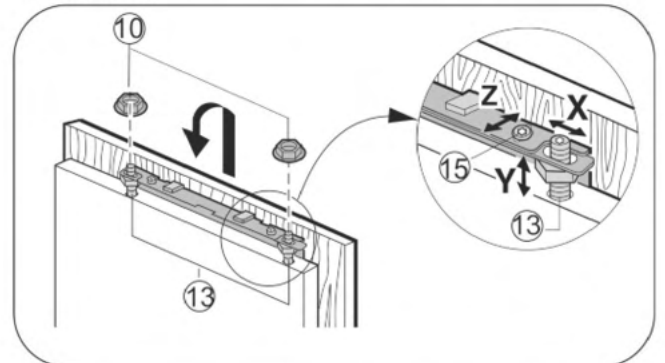
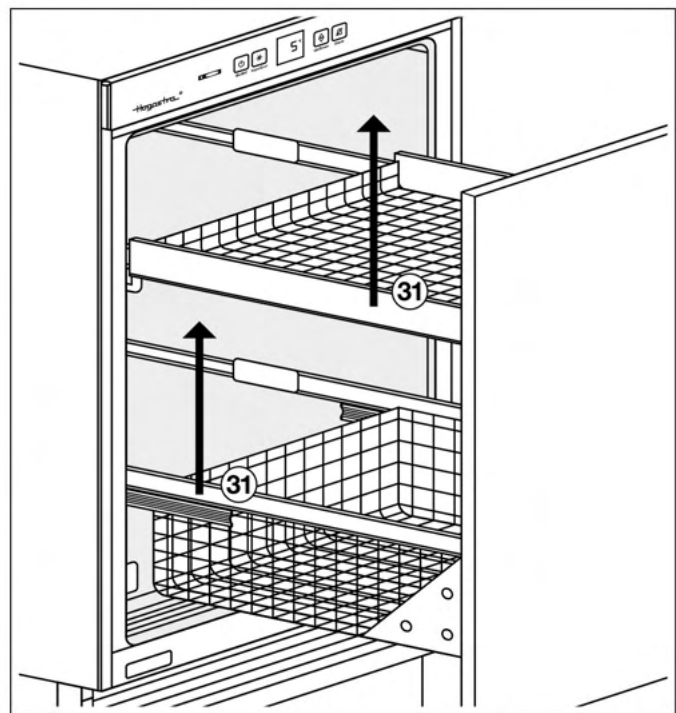

Fig. 19
Fig. 24
- Möbeltür auf die Justagebolzen Fig. 19 (13) einhängen und Kontermuttern Fig. 19 (10) locker auf die Justagebolzen schrauben.
- Möbeltür in der Höhe Y und in der seitlichen Neigung ausrichten: Justagebolzen Fig. 19 (13) mit einem Schraubendreher einstellen.
- Kontermuttern Fig. 19 (10) anziehen.
- ▶ Kunststoffabdeckungen Fig. 2 Schutzfolie auf der Rückseite abziehen und rechts und links auf die Verstellschienen Fig. 24 (40) kleben. Inneneinrichtung Fig. 19 (31) wieder einsetzen.
- ▶ Flaschenkörbe Fig. 24 wieder einsetzen.